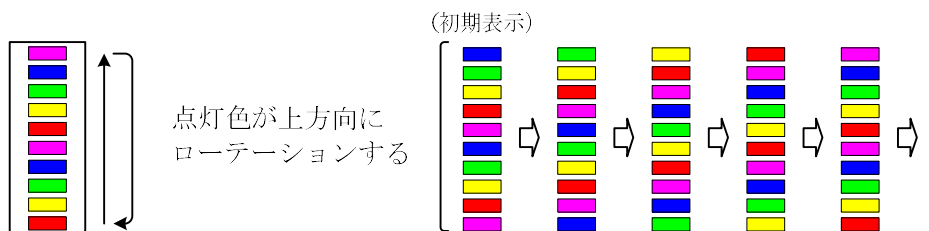

図 7.2 課題 2 の動作の様子
(3) 課題 2 : rainbow2()関数
- 10 バーLED の下側バーから, 図 7.2 のように赤, 黄, 緑, 青, マゼンタ, …の順で LED を点灯させる.